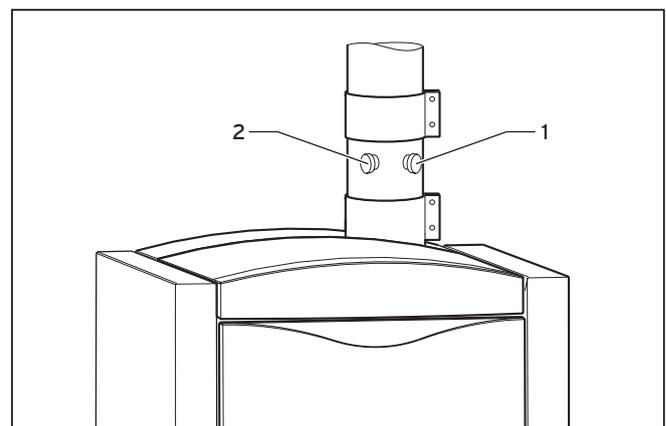

Abb. 7.3 Messöffnungen
- Aktivieren Sie den Schornsteinfeger-Betrieb, indem Sie gleichzeitig die Tasten „-“ (3) und „+“ (4) des DIA-Systems drücken.
- Schrauben Sie die Verschlusskappen von den Prüföffnungen (1) und (2) (siehe Abb. 7.3) ab.
- Nehmen Sie Messungen im Abgasweg am Prüfstutzen (1) vor (Eintauchtiefe: 110 mm). Messungen im Luftweg können Sie am Prüfstutzen (2) vornehmen (siehe Abb. 7.3) (Eintauchtiefe: 65 mm).
- Schrauben Sie die Verschlusskappen wieder auf die Prüföffnungen (1) und (2) (siehe Abb. 7.3).